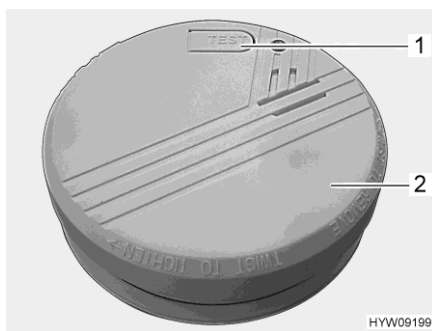

Bild 114 Brandvarnare
- Vrid brandvarnaren (Bild 114,2) moturs tills den släpper från hållaren.
- Testa brandvarnaren. Tryck på kontrollknappen (Bild 114,1). Du måste höra ett larm.